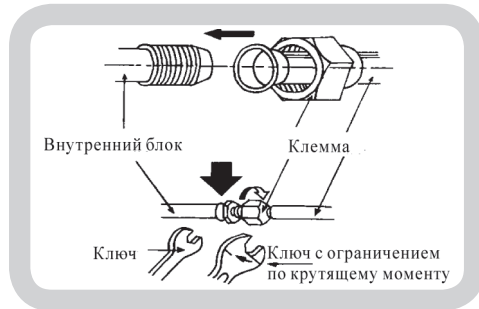

рис.1
- Подсоедините трубу к прибору, закрепите при помощи клеммы. (См. рис. 1)